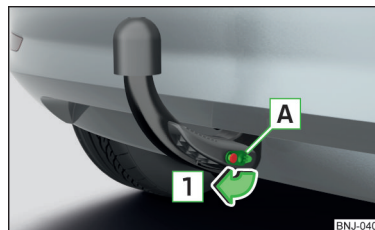

Fig. 239 Retirar la tapa de la cerradura
- Extraiga la tapa **A** de la cerradura en el sentido de la flecha **1** » fig. 239.